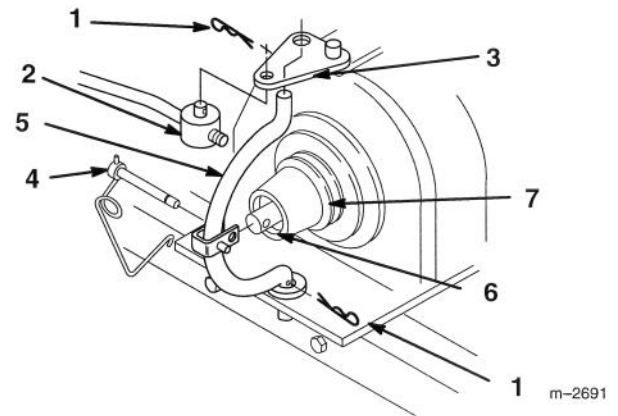

Abbildung 14
3. Haarnadelsplint und Drehzapfen von der Eingriffsplatte des Zapfwellenantriebs entfernen (Abb. 14).
4. Den Bolzen lösen und entfernen, mit dem der Bügel an der Kupplungswelle befestigt ist, und den Bügel nach vorne drehen, um ihn von der Eingriffsplatte zu entfernen (Abb. 14).
5. Den Riemen vom Bereich zwischen Kupplungsbügel und Eingriffsplatte aus anbringen (Abb. 14).
6. Bügel und Eingriffsplatte anbringen und mit Bolzen, Drehzapfen und Haarnadelsplint befestigen (Abb. 14).